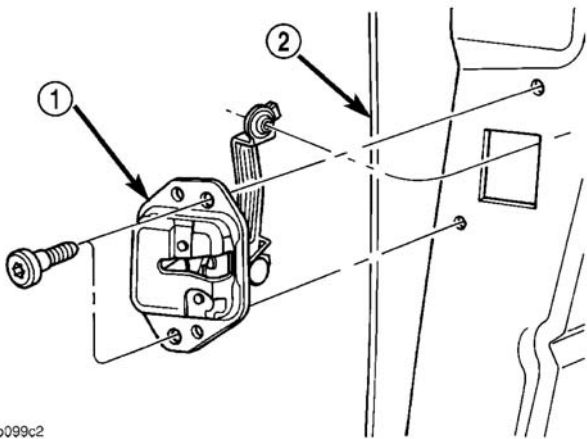

图 10 加油
- (4) 拆卸将加注门锁闭固定至 C 柱的螺钉 (图 10)。
- (5) 将加注门锁闭拆离车辆。